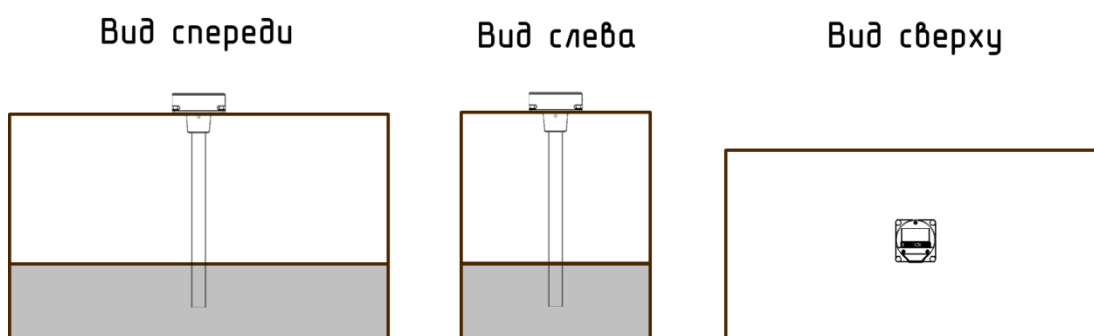
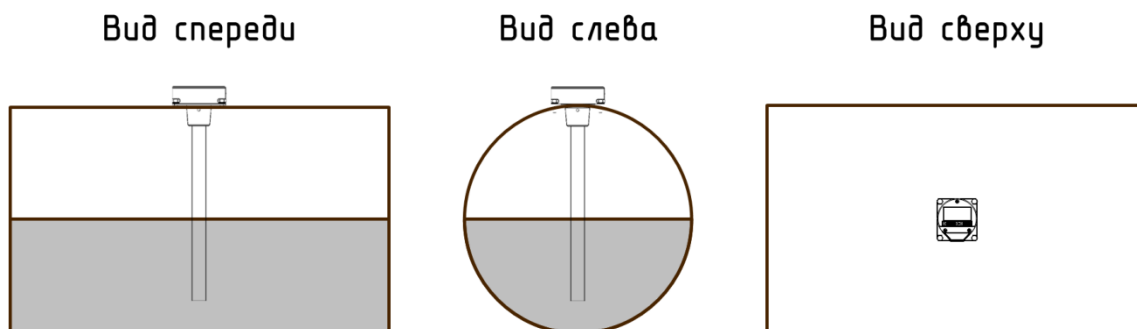
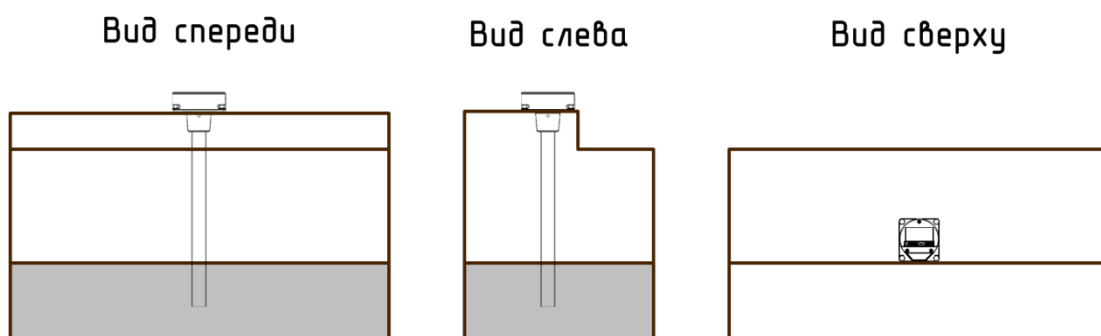

Рисунок 1
Рисунок 2
Рисунок 3
- 1) Установку изделия производить в зависимости от геометрической формы бака в места, указанные на рисунках (Рисунок 1, Рисунок 2, Рисунок 3). Установка изделия в этих местах обеспечивает независимость уровня топлива от наклона ТС.
- 2) В случаях, когда невозможно обеспечить установку изделия в места, указанные на рисунках (Рисунок 1, Рисунок 2, Рисунок 3), место установки необходимо максимально приблизить к указанным.
- 3) Установка изделия вне мест, указанных на рисунках (Рисунок 1, Рисунок 2, Рисунок 3), может привести к зависимости уровня топлива от угла наклона ТС. Например, для техники, работающей на рельефной местности, к завышенным или заниженным показаниям уровня топлива.
*Подготовку баков, форма которых соответствует рисунку (Рисунок 2) проводить согласно Приложению Г.*